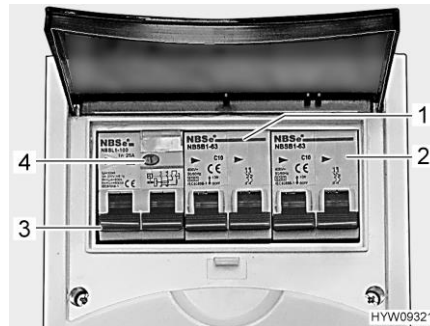

Bild 107 Ledningsskyddsbrytare och FI-brytare (230 V-säkringslåda)
En jordfelsbrytare (FI-brytare) (Bild 107,3) i säkringslådan skyddar hela fordonet mot läckström (0,03 A).
Den efterkopplade ledningsskyddsbrytaren (10 A) (Bild 107,1) skyddar 230 V-uttagen, el-blocket, den extra laddaren och kylskåpet.
På fordon med extrautrustning t. ex. takklimatanläggning skyddas apparaten av en extra ledningsskyddsbrytare (16 A) (Bild 107,2).
- Kontrollera jordfelsbrytare: ■ När fordonet är anslutet till 230 V-försörjningen: Tryck på kontrollknappen (Bild 107,4). Jordfelsbrytaren (FI) måste lösa ut.